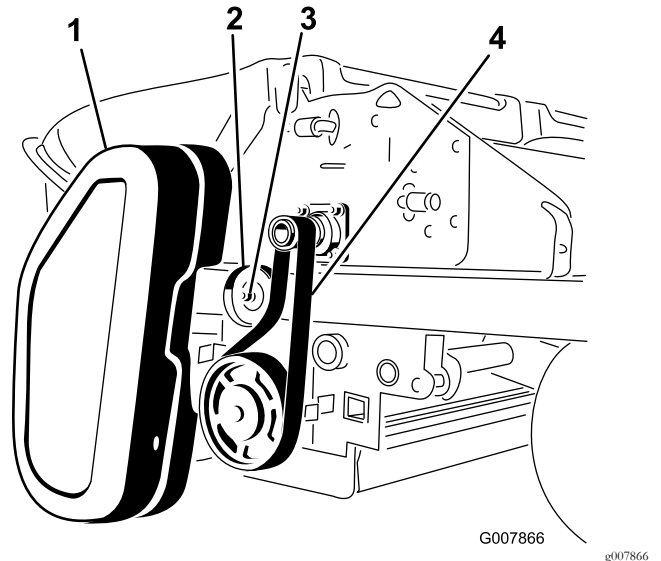

图59
1. 卸下皮带罩 图59。
2. 拧松怠轮皮带轮上的螺母 图59。
3. 将皮带从粉碎机轴和滚刷皮带轮上滑下 图59。